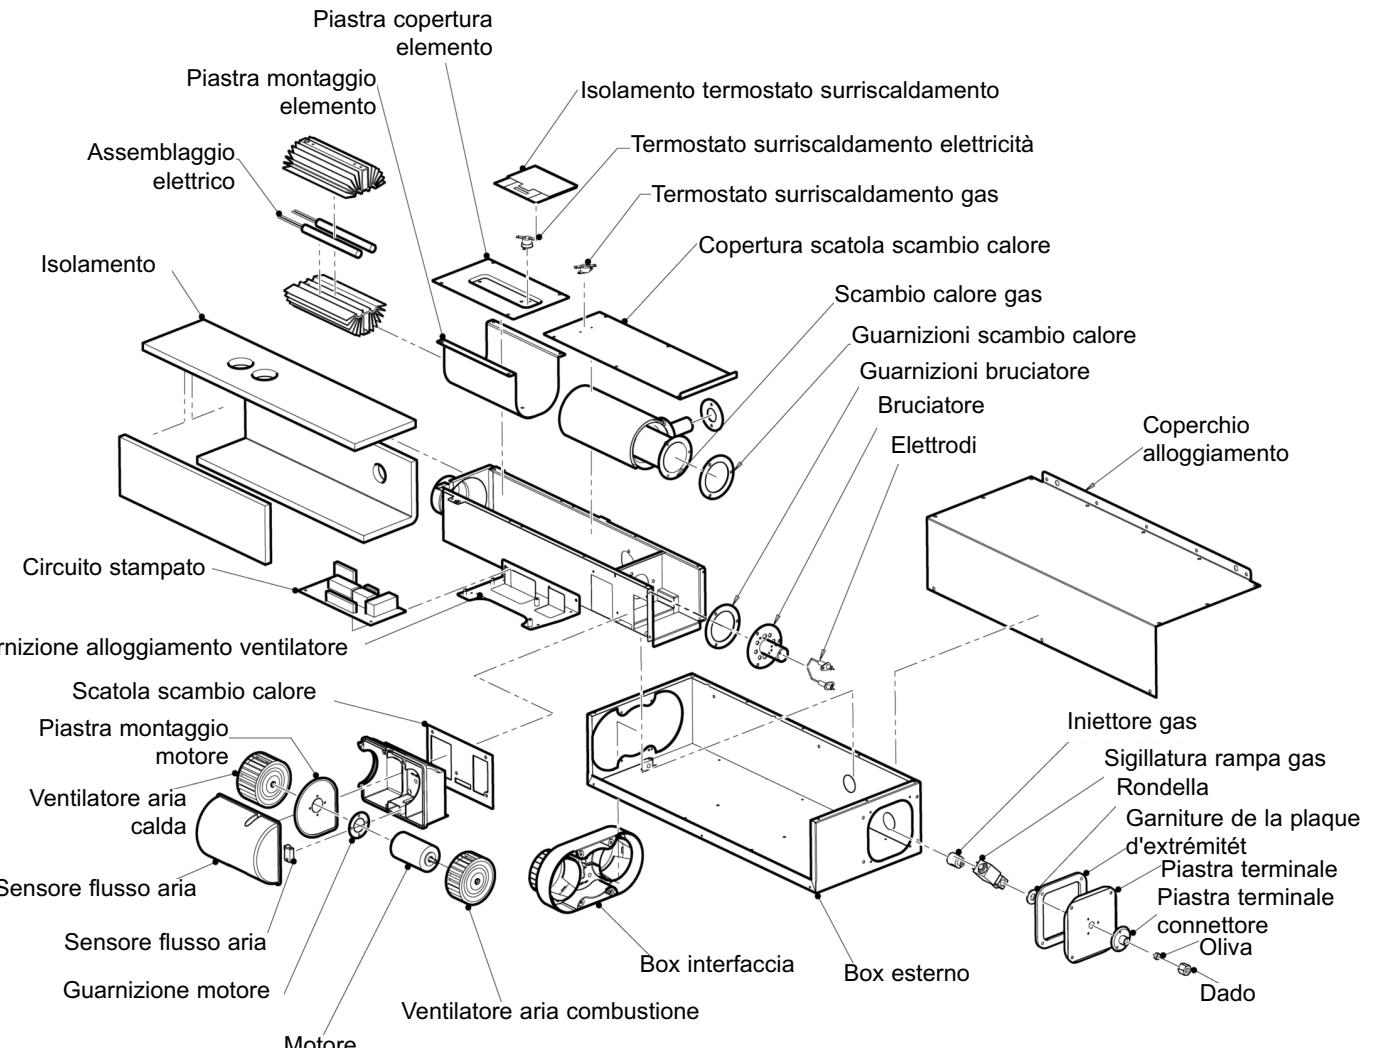

Figura 1 – Disegno dei componenti
- Figura 1 Disegno dei componenti